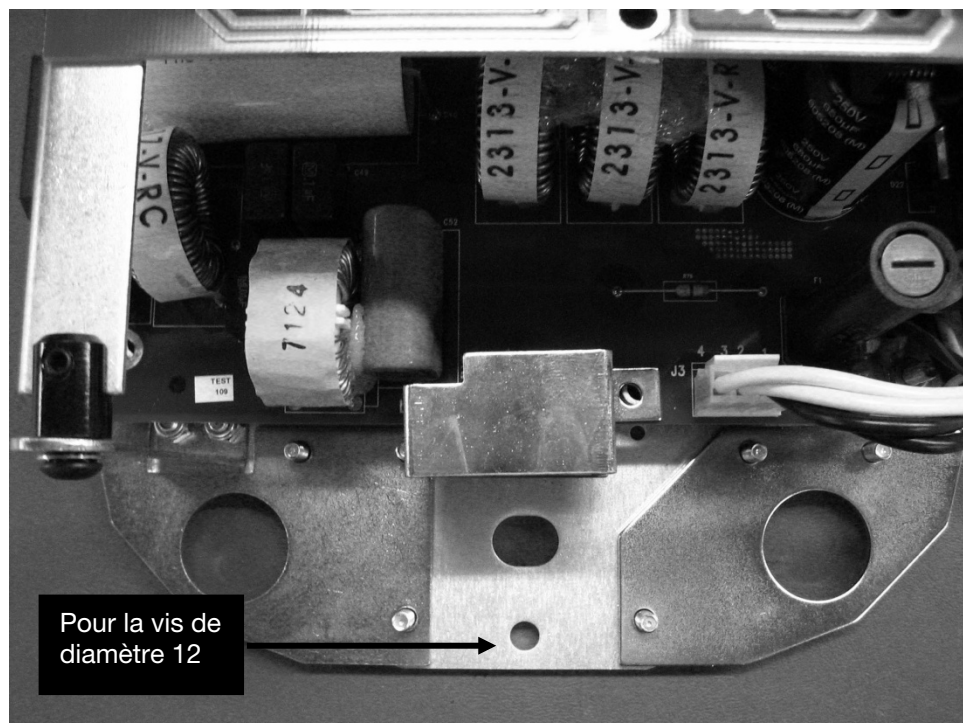

Figure 15
7. Percez un trou pour une vis à bois de diamètre 12 sous la vis tire-fond inférieure, comme illustré à la *Figure 15*. Installez et resserrez la vis à bois pour empêcher l'unité de bouger.